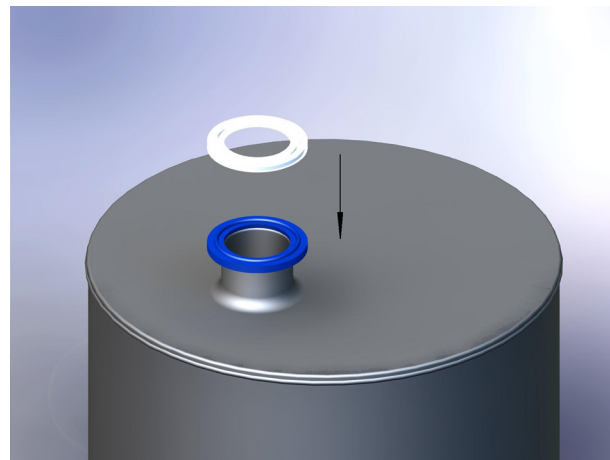

Fig. 4-4 : Insertion du joint
1. Insérer le joint adapté (voir figure 4-4).